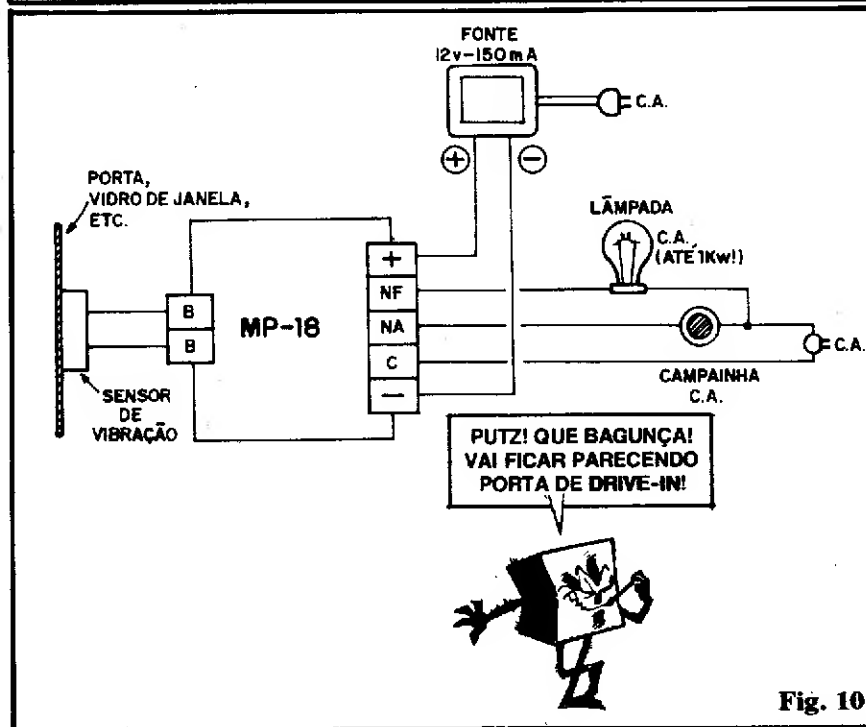

Fig. 10
- FIG. 10 - Já foi mencionado que o MP-18 também pode ser utilizado em outros sistemas de "vi-